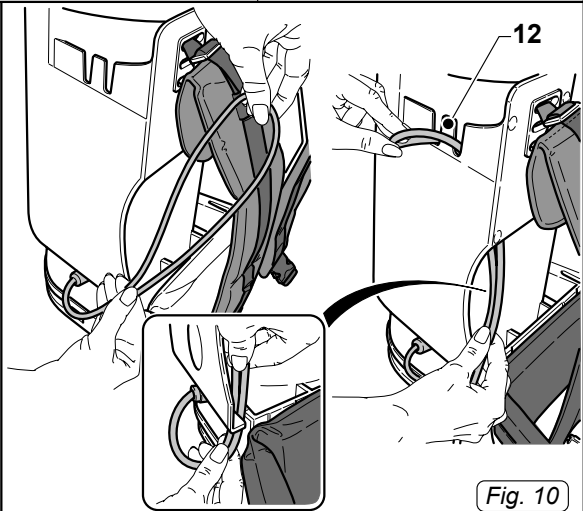

Fig. 10
- Formare un'anello con il cavo elettrico e agganciarlo sul dente (12 Fig.10) posizionandolo come indicato in figura 10.